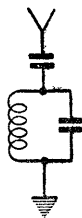

Рис. 6-2. Емкостная связь антенны с колебательным контуром
Для повышения избирательности при наличии мешающих станций следует уменьшать связь с антенной. Сделать это можно путем включения конденсатора связи между антенной и контуром, как это показано на рис. 6-2. Подобная связь носит название емкостной и применяется в детекторных приемниках чаще других видов связи. При этом, чем меньше емкость конденсатора, тем слабее связь с контуром. Ослабление связи влечет за собой уменьшение громкости приема
2. Нужно рассчитать колебательный контур, настроенный на ту же длину волны, что и в первом примере, при тех же данных емкостей, входящих в контур, но антенна подключена не непосредственно к контуру, а через конденсатор связи, емкость которого равна 100 пф (рис. 6-2).